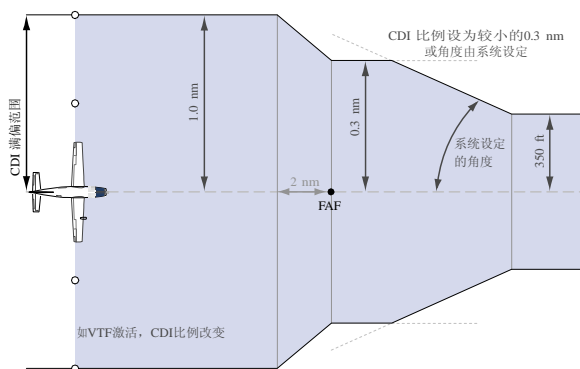

图 2-29 典型的 LNAV 和 LNAV+V 进近 CDI 比例
- 在进近阶段, CDI比例进一步减小(见 图2-29 和 2-30)。这个过渡一般发生在FAF的2.0nm范围以内。只要激活进近程序, 或选择“雷达引导至最后进近点”(Vectors-To-Final, 即VTF), CDI比例就变为进近阶段的数值。